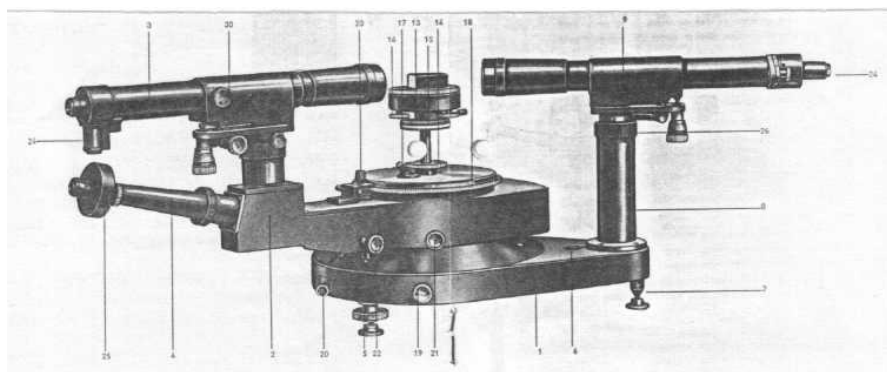

Fig. 1: Espectrômetro Zeiss.
1. Utiliza-se nesta etapa o espectrômetro Zeiss, já descrito em uma prática anterior. O espectrômetro encontra-se esquematizado na Fig. 1, sendo um prisma posicionado sobre a plataforma para dispersar a luz emitida pela lâmpada incandescente a ser analisada.